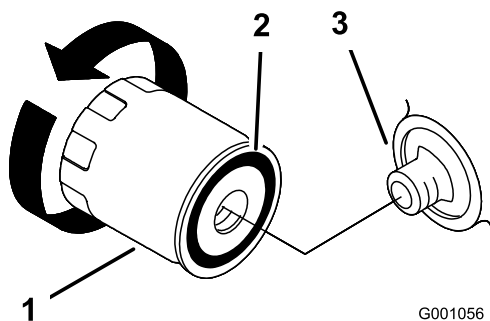

Figura 36
4. Aplique una capa fina de aceite nuevo a la junta de goma del filtro nuevo (Figura 36).
5. Instale el filtro de aceite nuevo en el adaptador del filtro. Gire el filtro en el sentido de las agujas del reloj hasta que la junta de goma entre en contacto con el adaptador del filtro, luego apriete el filtro media vuelta más (Figura 36).